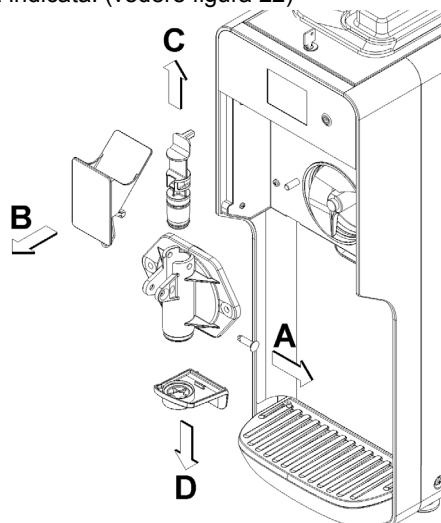

figura 22
7 Rimuovere il gruppo rubinetto e smontarlo seguendo la sequenza indicata. (vedere figura 22)
- 3 Rimontare il gruppo rubinetto con sequenza inversa rispetto a quella illustrata in figura 22 e riposizionarlo nella sua sede.